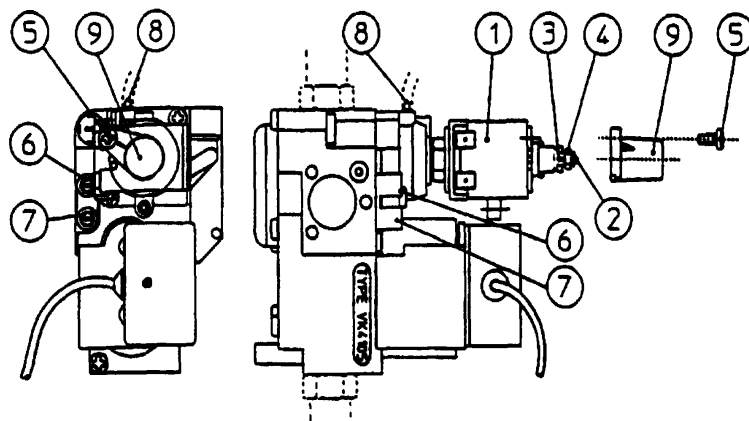

Рис. 31
Регулировка минимальной тепловой мощности (см. рис. 31).
Регулировка номинальной тепловой мощности (см. рис. 31).
**Примечание:** для регулировки газовой аппаратуры удалите пластмассовую крышку (9), отвинтив винт (5) (см рис. 31). По завершении верните на место крышку и винт.